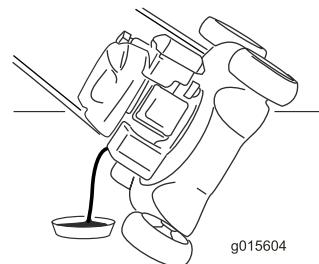

Figura 29
- Coloque la máquina de lado con la varilla de aceite hacia abajo para drenar el aceite usado a través del tubo de llenado al recipiente (Figura 29).